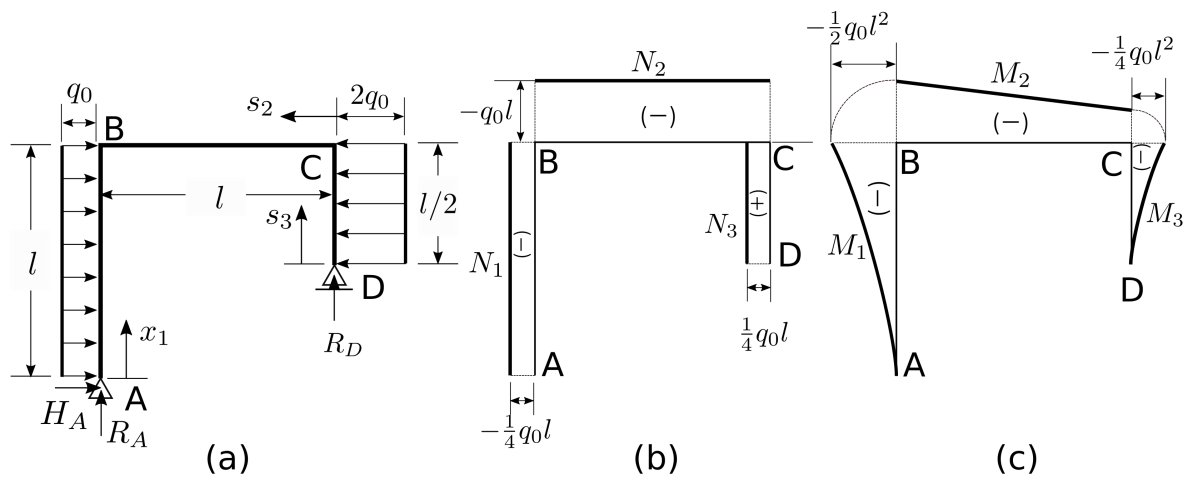

図 5: 骨組み構造 ABCD に働く支点反力と軸力および曲げモーメント図.
1. 支点反力の正方向を図 5-(a) のようにとれば,
2. 部材 AB の軸力と曲げモーメントを N_1, M_1 とする. これらは, 図 5-(a) のような座標 x_1 を用い
3. 部材 BC の軸力と曲げモーメントを N_2, M_2 とする. これらは, 図 5-(a) のような座標 s_2 を用い
4. 部材 CD の軸力と曲げモーメントを N_3, M_3 とする. これらは, 図 5-(a) のような座標 s_3 を用い